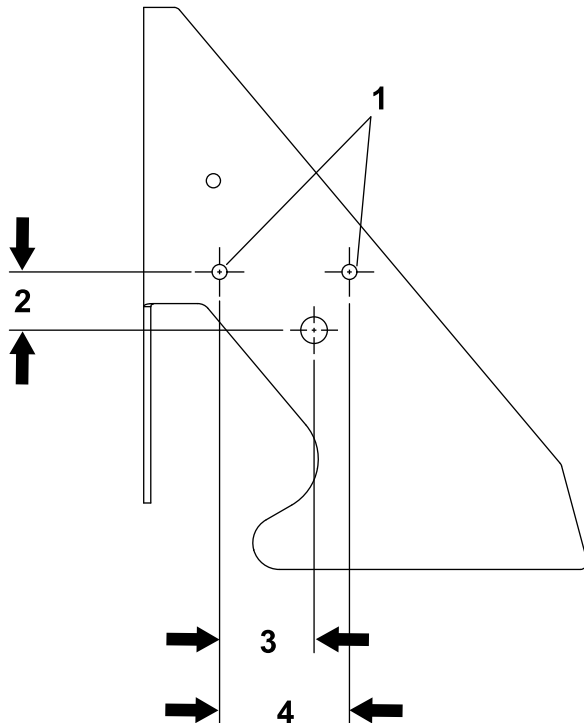
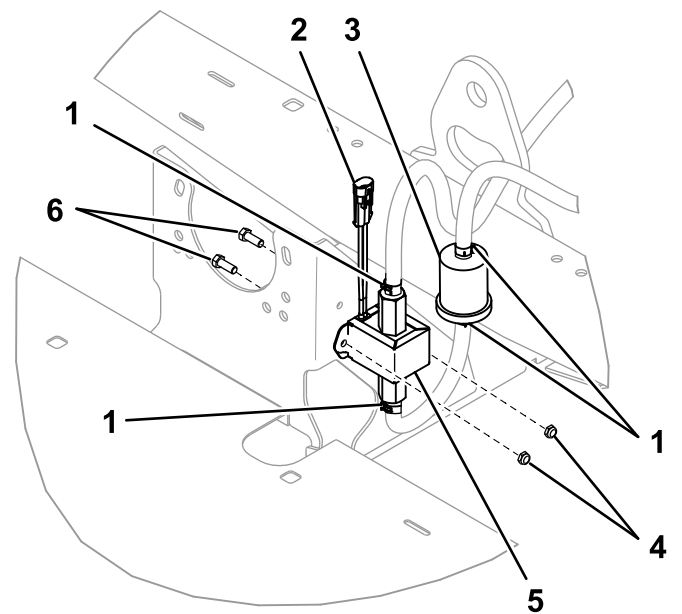

Figure 11
Figure 12
Utilisez la Figure 1, la Figure 11 et la Figure 12 pour cette procédure.
5. Localisez, repérez et percez 2 trous (9/32") dans les plaques arrière sur le cadre, comme montré à la Figure 11.